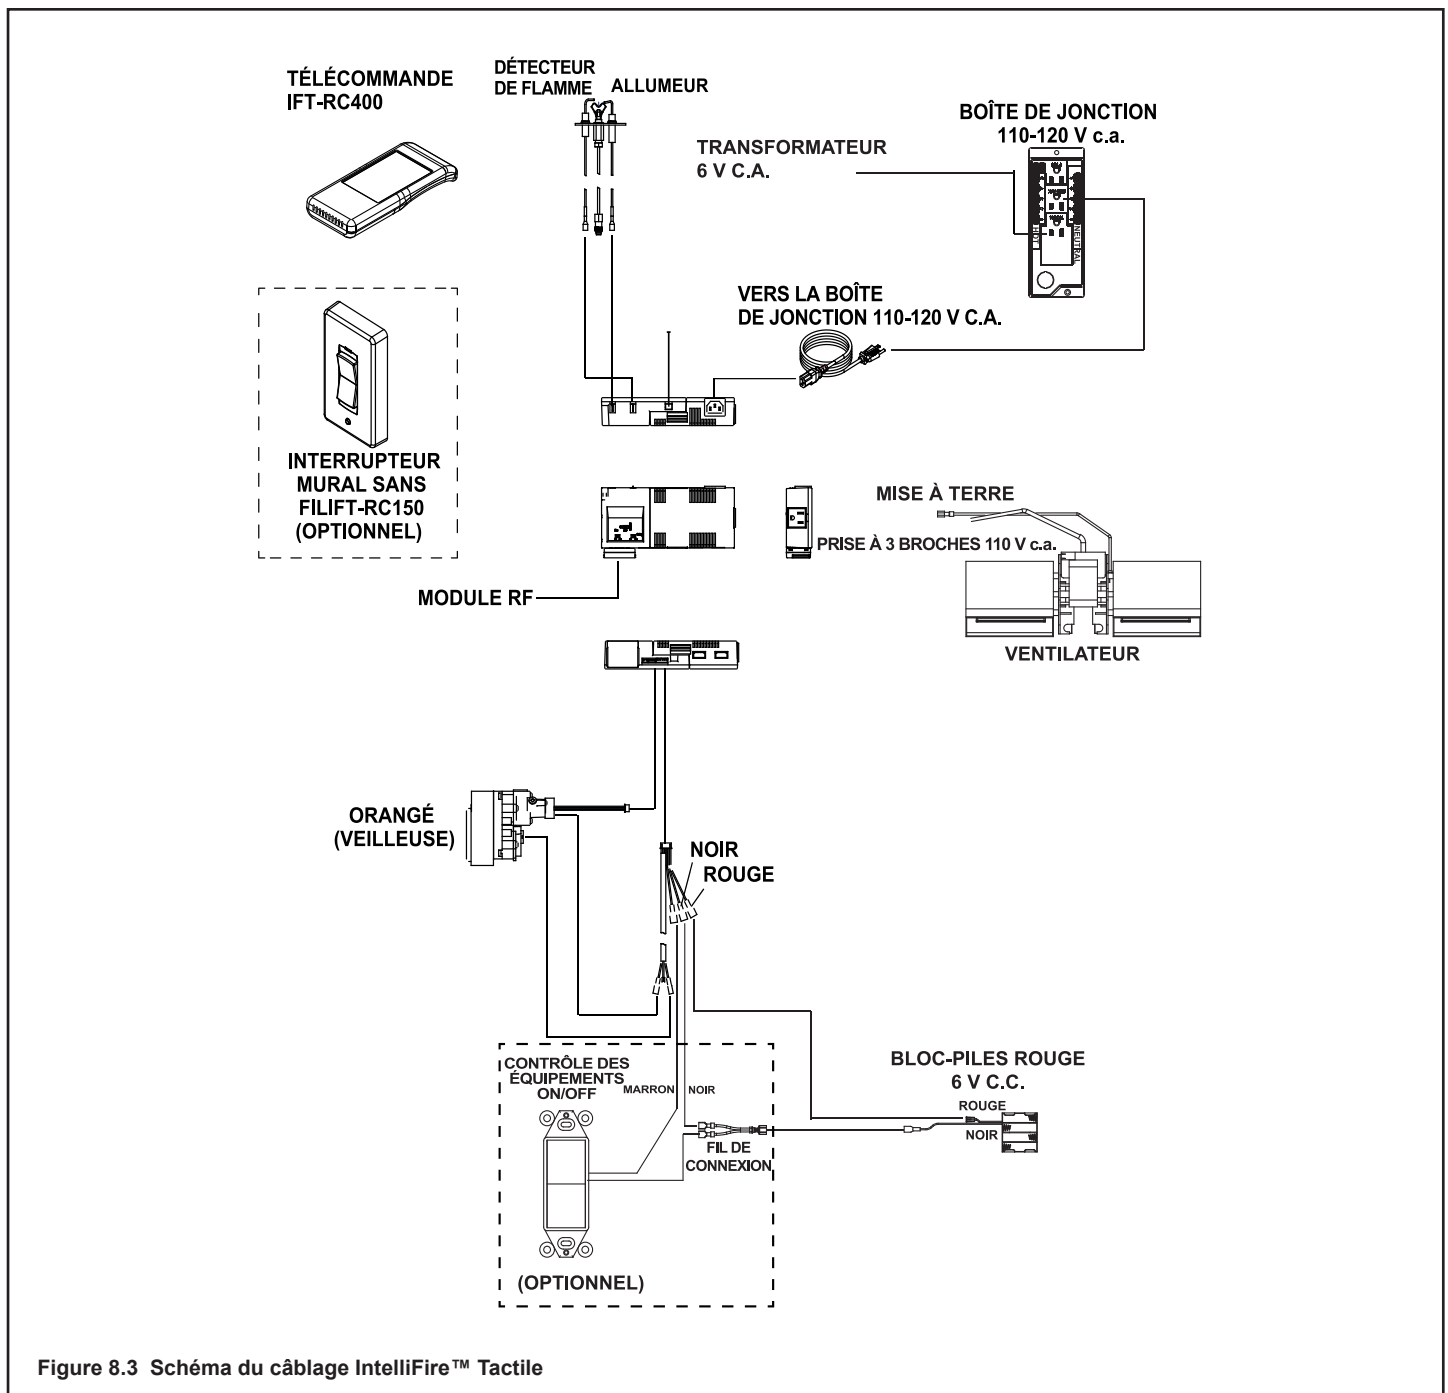

Figure 8.3 Schéma du câblage IntelliFire™ Tactile
- Consultez la figure 8.3, Schéma du câblage IntelliFire™ Tactile (IPI).